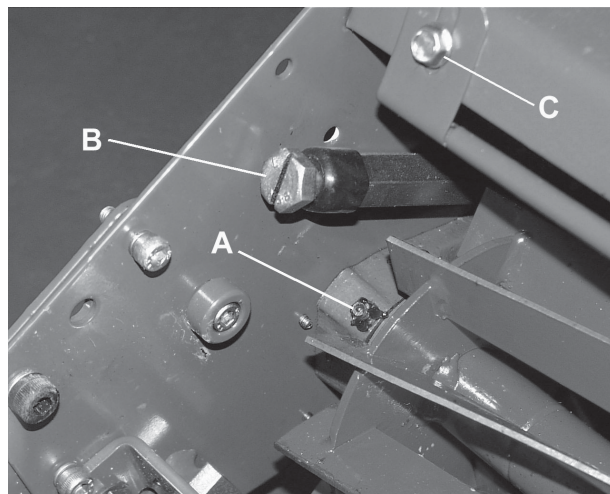

Fig. 8.5
8.5 MARQUIS: REGOLAZIONE DEL CILINDRO SULLA LAMA INFERIORE (A FIG. 8.5)